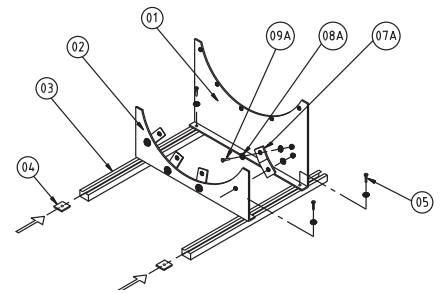

Fig. 6 Montagevoeten voor type ACP en ACG 1250-1600
Voor de ACP en ACG in de diameterrange 1250-1600 moeten bovendien verbodingsplaatjes (fig. 6, pos. 07A) en verbodingsselementen (fig. 6, pos. 08 en 09 A) toegepast worden. De Novenco montagevoet is speciaal ontworpen om de ventilatoren gemakkelijk te kunnen monteren. De voet bestaat uit 2 montageplaten (fig. 6, pos. 01 en 02) en bevestigingssteunen (fig. 6, pos. 03)